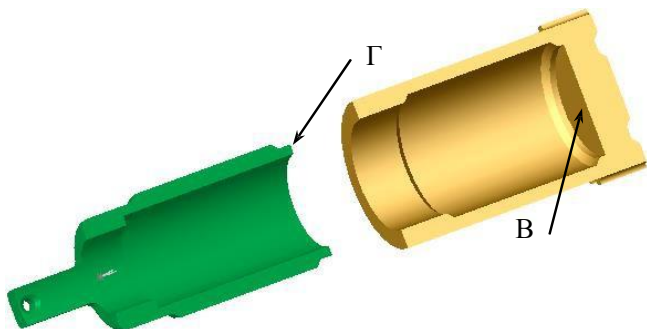

Рис. 7.3. Выбор поверхности
9. Для полного соединения моделей необходимо задать еще одно сопряжение. Для этого необходимо выбрать торцевую поверхность **В** детали Lab\_02 и внутреннюю поверхность **Г** детали Lab\_03 (рис. 7.3). Задать сопряжение – совпадение.